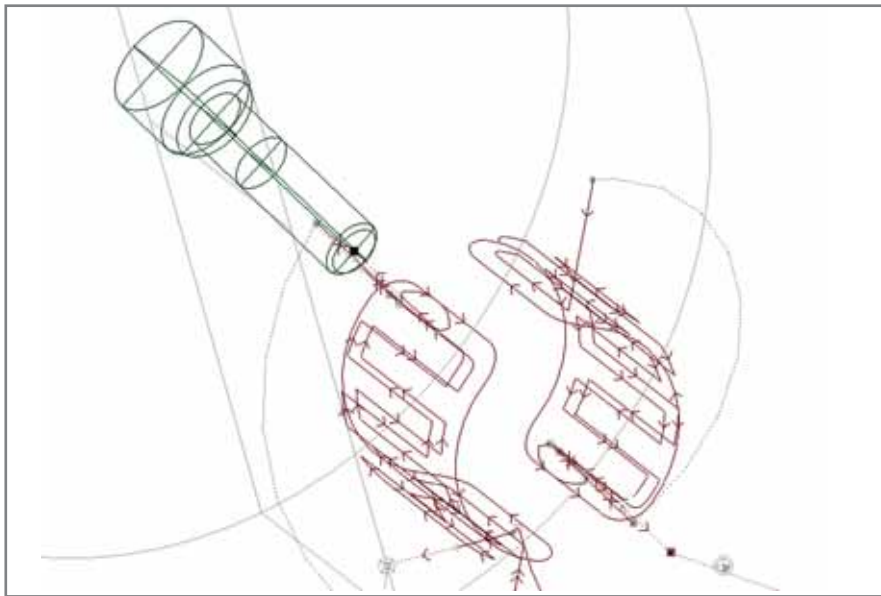

Рис. 3. Цилиндрическая интерполяция
**Цилиндрическая интерполяция.** Режим цилиндрической интерполяции позволяет "намотать" плоскую траекторию на цилиндрическую поверхность (рис. 3). Техтран поддерживает этот режим (*Траектория на цилиндре*) уже при построении модели обработки. Параметры переходов задаются как при обычной плоской обработке, однако в графическом окне мы уже увидим траекторию, спроецированную на цилиндр. Если станок имеет функцию цилиндрической интерполяции (она соответствует режимам *Transmit* (Sinumerik 840), *Polyform* (Traub), *"Интерполяция в полярных координатах"* (Fanuc),